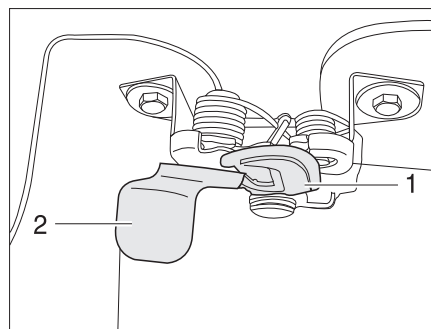

Bild 34 Låsspak motorhuv utsida
- Stick in en hand under motorhuven och manövrera låshaken (Bild 34,1). Stick för detta in handen bakom plattan (Bild 34,2) och dra plattan framåt.